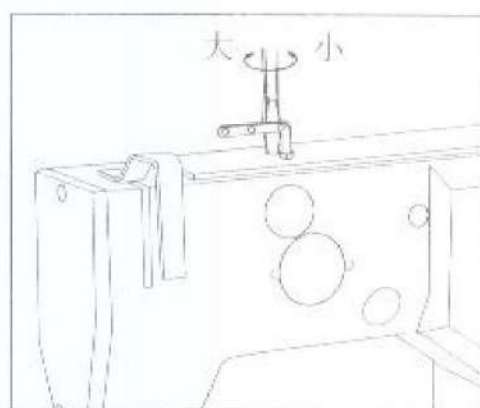

图15
23、压脚压力的调节：（图15）
2) 压脚的压力调节如图15所示。